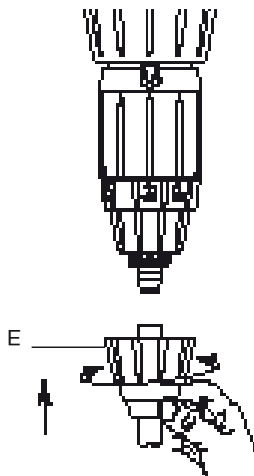

Fig. 8
- Draai de slangwartelmoer (Fig. 8-E) onder aan de zuigbuis los en schuif hem over de zuigslang.